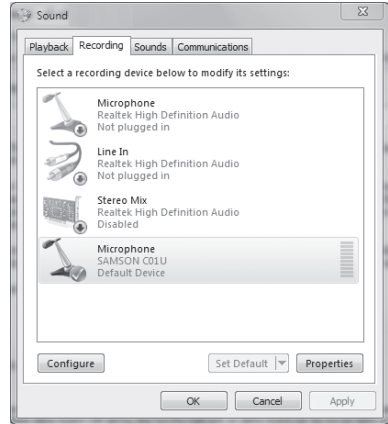

Abb. 1
3. Um das C01U als Standardgerät für Aufnahmen zu wählen oder dessen Einstellungen zu ändern, klicken Sie auf den *Start*-Button, dann auf die *Systemsteuerung* und anschließend auf *Sound*. Im *Aufnahme*-Register können Sie das SAMSON C01U aus den Menüs wählen und mit dem "*Als Standard*"-Button als Standardgerät festlegen (Abb. 1).